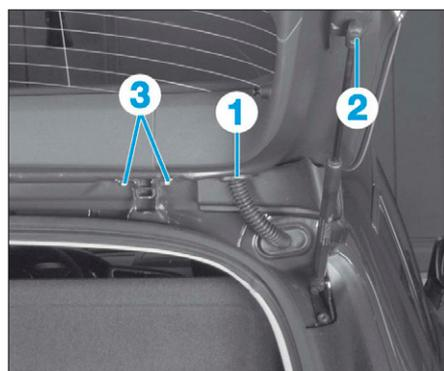

FIG. 100
- Dégrafer les goulottes (1) (Fig.100).
- Extraire les faisceaux par les goulottes (1) (de chaque côté).
- Dégager l'agrafe de verrouillage du vérin (2) sans l'extraire (de chaque côté).
- les vis de charnières (3),